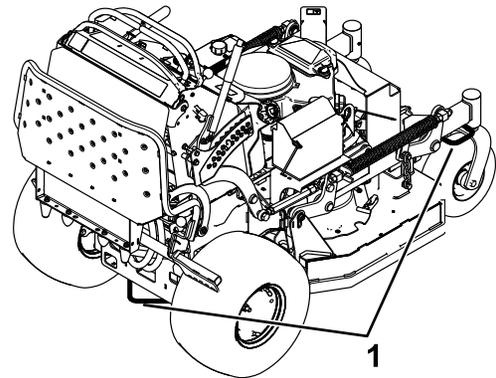

図 26
7. 前キャストホイールおよび後部バンパーを利用して機体をロープやチェーンなどで固定する 図 26。ロープ掛けや積荷固定については各地域の法令などに従ってください。